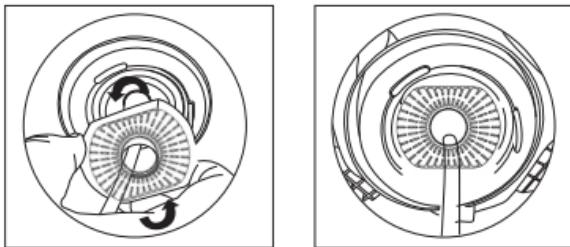

Figura--6
- 5.7 Posizionare il dissipatore nel modo corretto, in modo che non possa ruotare ulteriormente, come mostrato nella Figura 6. Assicurarsi che il canale d'ingresso dell'aria del dissipatore non sia bloccato.